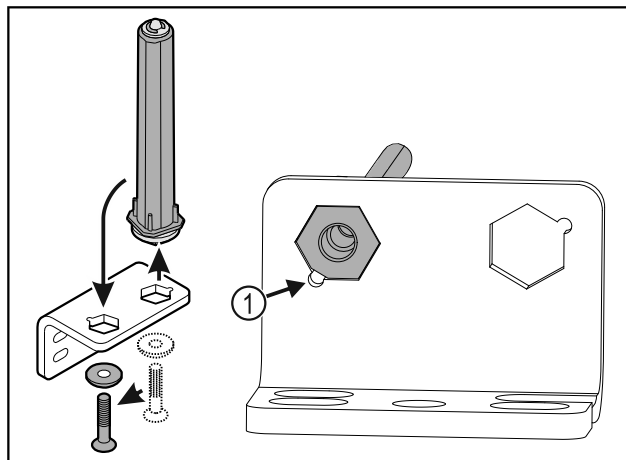

Fig. 24
- ▶ Проследите за тем, чтобы при установке скос пальца Fig. 24 (1) указывал в направлении круглого отверстия.